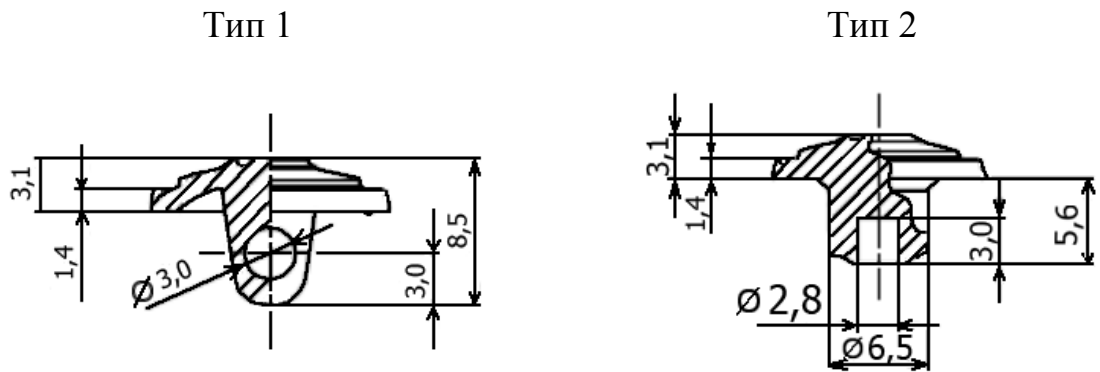

Рисунок 4
4.3.1 Параметри гудзиків діаметром 14 мм (Рисунок 4)